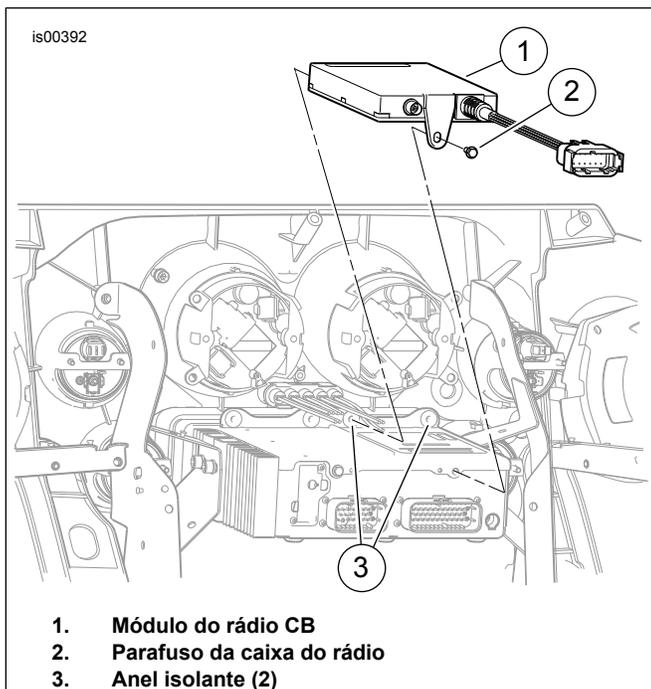

Figura 1. Instalação do módulo do rádio CB
3. Veja a Figura 1. Localize o módulo de rádio CB (1) na parte superior da caixa do rádio AM/FM:
- a. Remova o parafuso (2) na parte traseira do rádio.
- b. Posicione o módulo do rádio CB na parte superior do rádio AM/FM, com os cones metálicos em uma extremidade do módulo assentando com firmeza nos anéis isolantes de borracha mais à direita (3) na parte dianteira do rádio.
- c. Fixe o módulo no rádio com o parafuso da caixa do rádio (2). Regule o aperto para 4,0 a 5,1 N·m (35 a 45 lb·pol.).